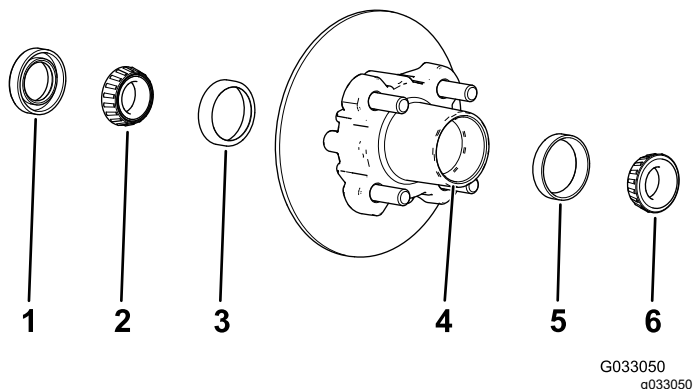

Figura 29
1. Retire el cojinete exterior y el anillo de rodadura del cubo (Figura 29).
2. Retire la junta y el cojinete interior del cubo (Figura 29).
5. Limpie el hueco del cubo para eliminar cualquier resto de grasa, suciedad y residuos (Figura 29).
7. Llene el hueco del cubo hasta un 50-80% de su capacidad con grasa del tipo especificado (Figura 29).
8. Monte el cojinete interior sobre el anillo en el lado interior del cubo e instale la junta (Figura 29).